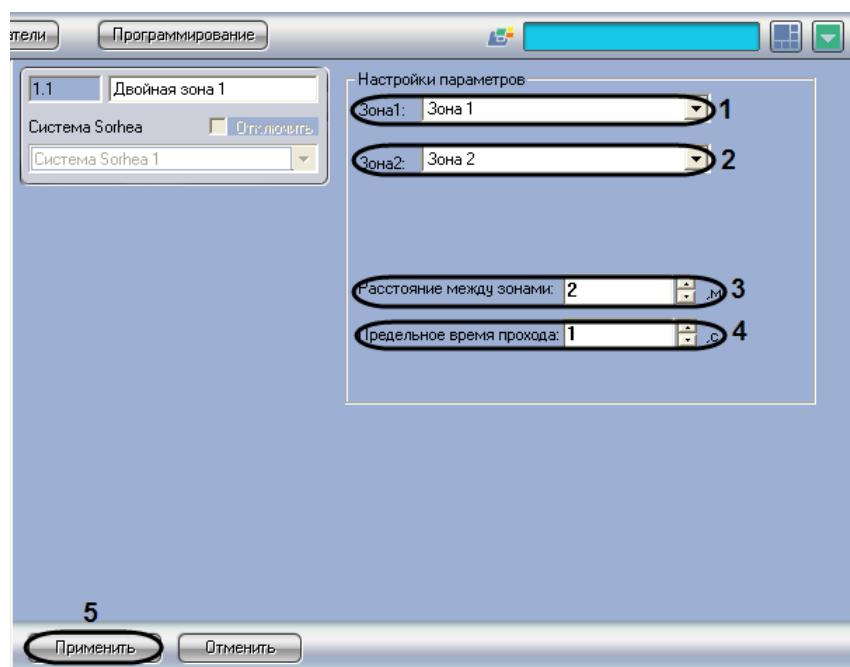

Рис. 3.7-2 Настройка двойной зоны обнаружения
- Перейти на панель настройки объекта **Двойная зона** (Рис. 3.7-2)
- Из раскрывающегося списка **Зона1** выбрать название объекта **Зона**, соответствующего первой зоне обнаружения, назначеннной для данной двойной зоны (см. Рис. 3.7-2, 1).
- Из раскрывающегося списка **Зона2** выбрать название объекта **Зона**, соответствующего второй зоне обнаружения, назначеннной для данной двойной зоны (см. Рис. 3.7-2, 2).
- В поле **Расстояние между зонами** ввести с помощью кнопок **вверх-вниз** расстояние в метрах между выбранными зонами обнаружения (см. Рис. 3.7-2, 3). Данная настройка используется для оценки скорости объекта, проникшего на охраняемую территорию.
- В поле **Предельное время прохода** ввести с помощью кнопок **вверх-вниз** максимальное время в секундах, для прохода между зонами обнаружения (см. Рис. 3.7-2, 4). В случае,
6. Для сохранения внесенных изменений нажать кнопку **Применить** (см. Рис. 3.7-2, 5).